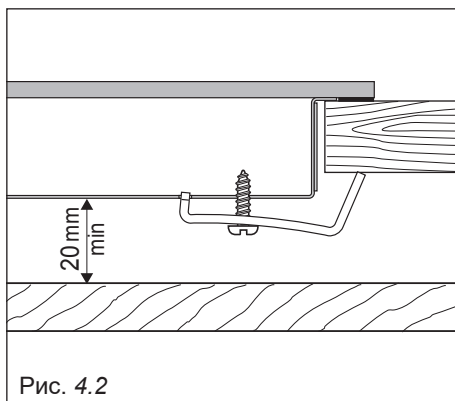

Рис. 4.2
- Минимальное расстояние между боковыми стенками и керамической поверхностью должно быть 20 мм. (рис. 4.2).